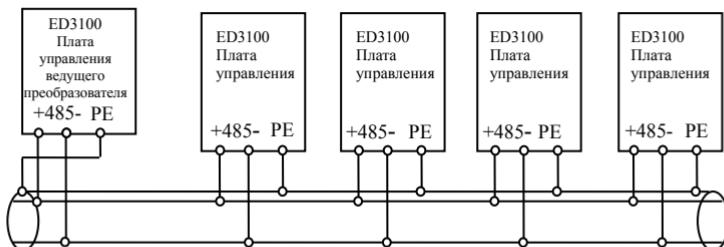

Рис. 3-13 Схема соединений, обеспечивающих связь нескольких преобразователей (все преобразователи и электродвигатели должны быть надежно заземлены)
(3) Как показано на рис. 3-12, с помощью интерфейса RS485 могут быть соединены вместе несколько преобразователей; управление ими осуществляется от программируемого логического контроллера (ПЛК) или машины более высокого уровня, используемой в качестве ведущего устройства. Кроме того, как показано на рис. 3-13, один из преобразователей также может использоваться в качестве ведущего устройства, а другие преобразователи используются при этом как ведомые устройства. При добавлении преобразователей связи может сильнее подвергаться воздействию помех; поэтому рекомендуется осуществлять подключение в соответствии с приведенной ниже схемой: